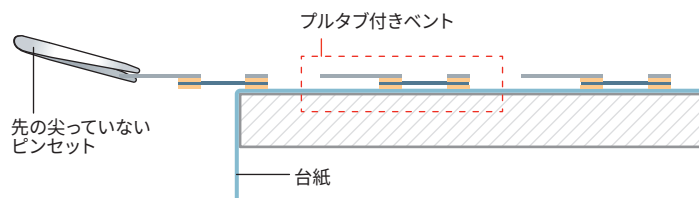

図 4：プルタブ付きベントの取扱いについて
- プルタブ付きのベントの場合は、台紙を曲げ、ピンセットでベントのプルタブをつかみ、台紙からつまみ上げてください (図 4)。その際は、必ず台紙を折り曲げてください。